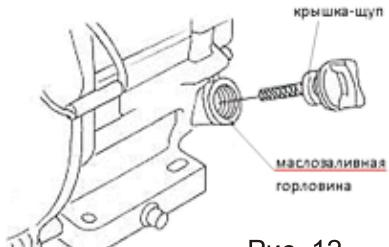

Рис. 12
1. Открутите крышку-щуп с горловины маслозаливного патрубка и протрите измерительный щуп. (см рис. 12)